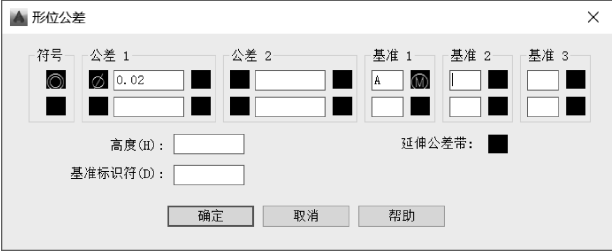

图 9-63 “形位公差”对话框设置示例 2
2) 输入命令后, 打开“形位公差”对话框, 按如图 9-63 所示填写, 结果如图 9-61b 所示。